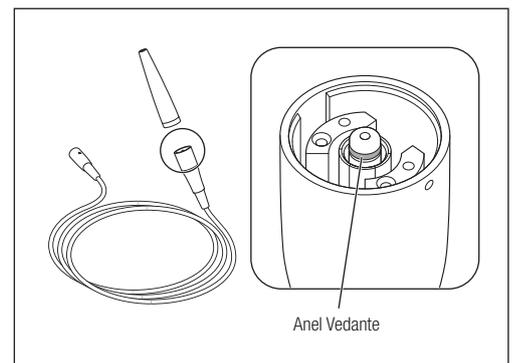

Fig. 44
- 2) Retire o anel vedante a substituir utilizando uma agulha, etc (Fig. 44).